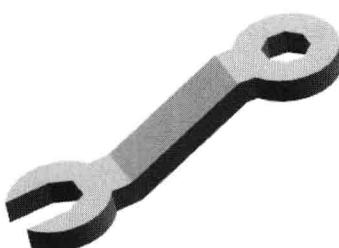
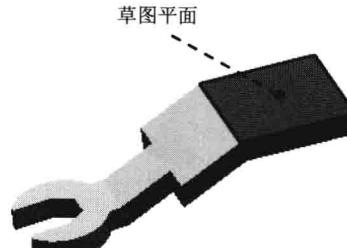
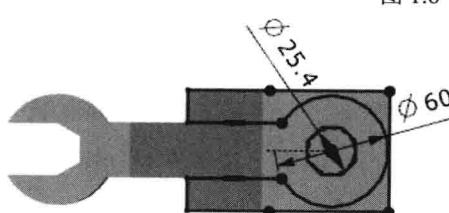

图 1.7 拉伸特征 3
图 1.8 草图平面
图 1.9 截面草图
Step4. 创建图 1.7 所示的拉伸特征 3。选择下拉菜单 **插入(S) → 设计特征(E) → 拉伸(E)** 命令（或单击  按钮）；单击“拉伸”对话框中的“绘制截面”按钮 ，系统弹出“创建草图”对话框，选取图 1.8 所示的面为草图平面，选中 **设置** 区域的  **创建中间基准 CSYS** 复选框，单击 **确定** 按钮，绘制图 1.9 所示的截面草图，退出草图环境；在“拉伸”对话框 **极限** 区域的 **开始** 下拉列表中选择 **贯通** 选项；在 **限制** 区域的 **结束** 下拉列表中选择 **贯通** 选项，在 **布尔** 区域的 **布尔** 下拉列表中选择 **求差** 选项，其他参数采用系统默认设置；单击 **<确定>** 按钮，完成拉伸特征 3 的创建。